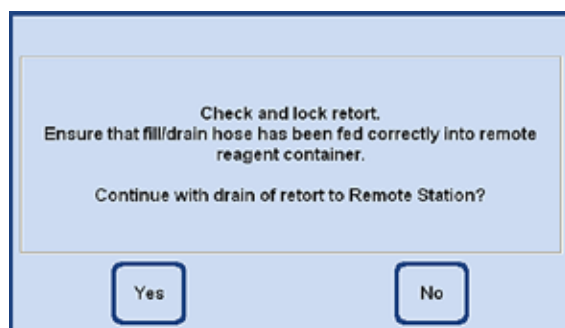

Fig. 165
- Apare o solicitare de efectuare a pregătirilor necesare (Fig. 165). Aceasta trebuie confirmată cu **YES** (DA).